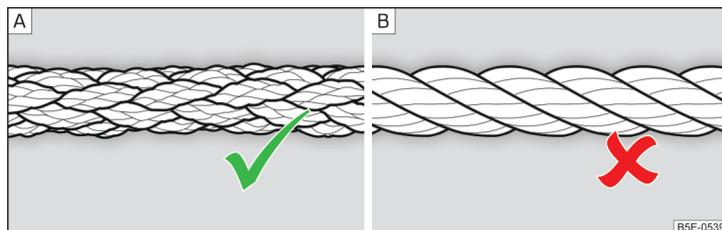

Fig. 246 Cable para remolcar trenzado / Cable para remolcar en espiral
Para el remolque por medio de un cable de remolque, usar solamente un cable de fibra plástica tejida » fig. 246 - **A** » **!**.
- fig. 246 - [B], la argolla de remolque puede desenroscarse en el vehículo - ¡Existe peligro de accidente!